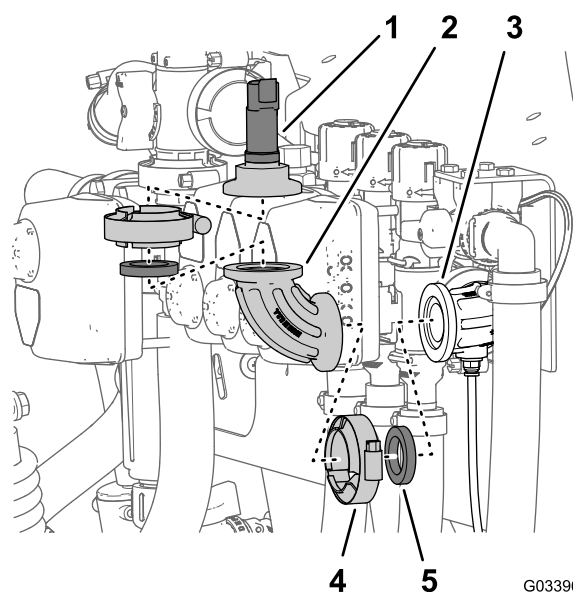

Рисунок 10
- Снимите фланцевый хомут, который крепит датчик давления к прямоугольному штуцеру, а затем снимите датчик давления, прокладку и фланцевый хомут (Рисунок 10).
давления, а затем снимите прямоугольный штуцер, прокладку и фланцевый хомут (Рисунок 10).